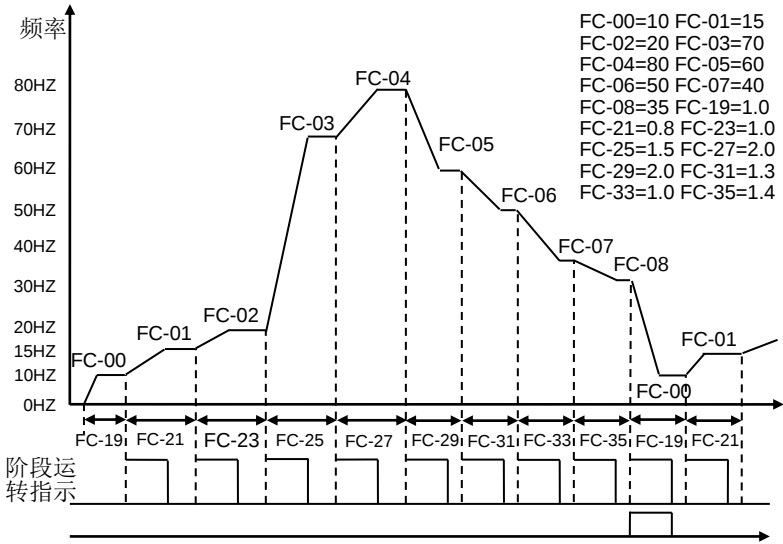

图 6-41B
- **动作说明：**如图 6-41B 所示，当 F0-02=1、FC-16=2、FC-17=9 时，按下 RUN 键，驱动器便开始运行，直到 FC-08 运行完成后又自动跳至第一段继续运行，直到按下 STOP 键停止为止。